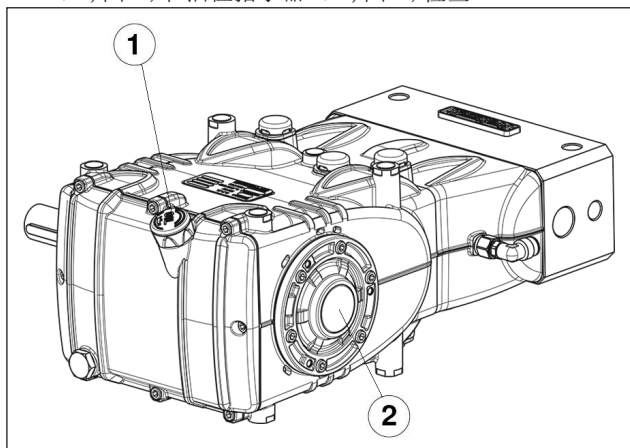

图15
5. 泵壳体中的油达到所需油位，可通过专用油位尺（①，图15）和油位指示器（②，图15）检查。